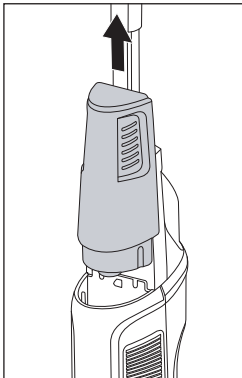

Abb. 6
- ◆ Fassen Sie den Frischwasserbehälter **11** an den seitlichen Greifrippen und ziehen Sie diesen nach oben aus dem Gerät (siehe Abb. 6).